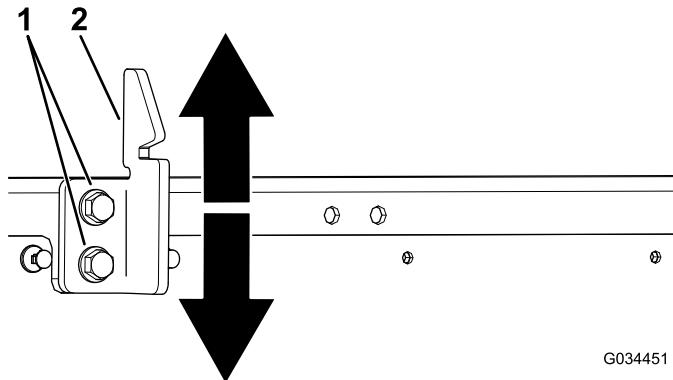

Figure 59
3. Desserrez les 2 boulons sur la gâche du loquet et montez ou descendez la gâche selon qu'elle est trop haute ou trop basse (Figure 59).
4. Serrez les 2 boulons de la gâche du loquet du plateau (Figure 59).